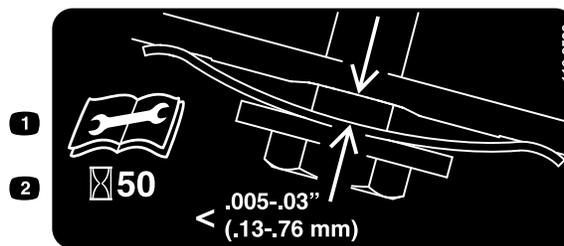

Рисунок 33
3. Прижмите комплексный калибр для измерения зазора в пределах от 0,13 до 0,76 мм к стенке, а затем сдвиньте его вниз позади пружины натяжения ремня; см. Рисунок 33.